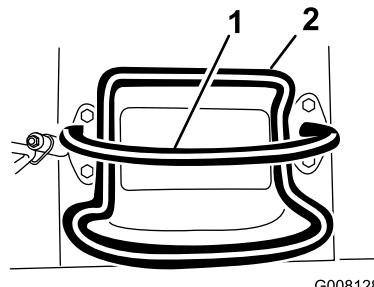
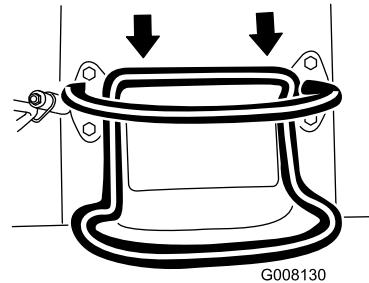

Figura 6
Figura 8
- Para desplazarse hacia atrás, mueva el control de tracción hacia atrás (Figura 8). **Mientras conduzca en marcha atrás, mire hacia atrás para asegurarse de que el camino está despejado, y mantenga ambas manos en la barra de referencia (Figura 6).**